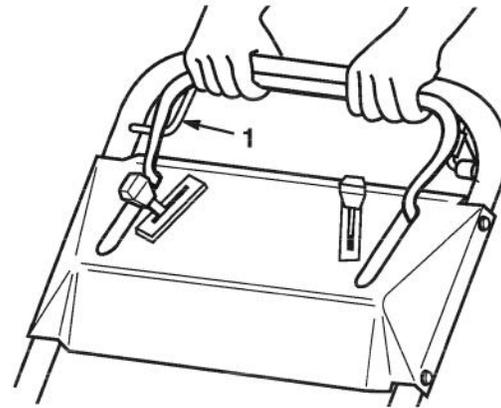

Figure 15
3. Pour engager le système d'autopropulsion, serrer et maintenir la barre de commande d'autopropulsion contre le guidon (Fig. 15).